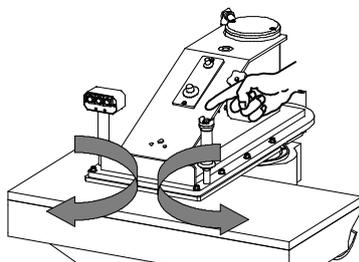

Fig. 11
b) Le bras peut être déplacé à droite autant qu'à gauche, avec une rotation totale de 180° en employant les deux poignées appropriées. Sur celle à droite se trouve le bouton-poussoir pour la commande bimanuelle (Fig. 11).